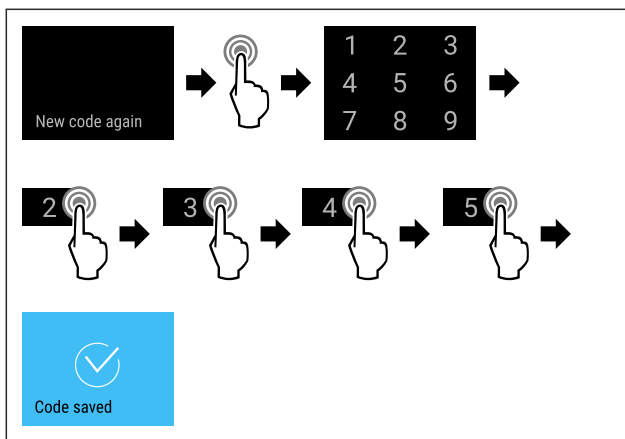

Fig. 86
- ▶ Suorita toimenpidevaiheet (katso Fig. 86).